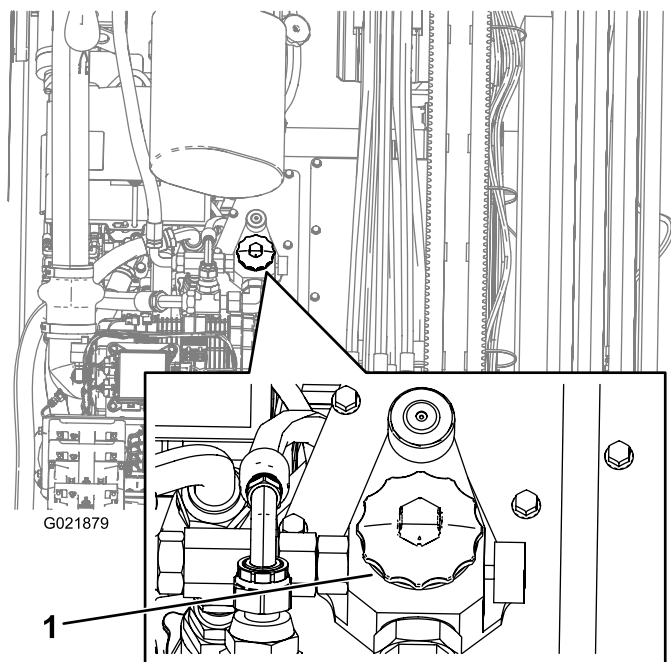

Рисунок 147
- Откройте крышку гидравлического бака (Рисунок 147).
10. Поместите поддон под фильтр, а затем снимите фильтр (Рисунок 147).